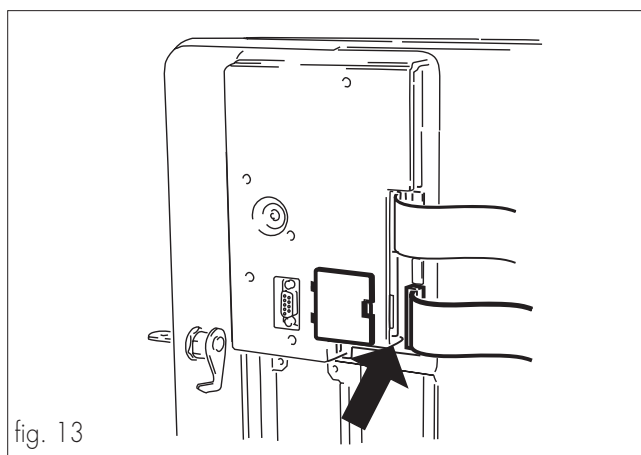

fig. 13
- Collegare il flat cable alla scheda elettronica (fig. 13).
*Il modulo (rif. **A**, fig. 13) è inserito correttamente quando la tacca di riferimento è nella parte bassa (fig. 14).*